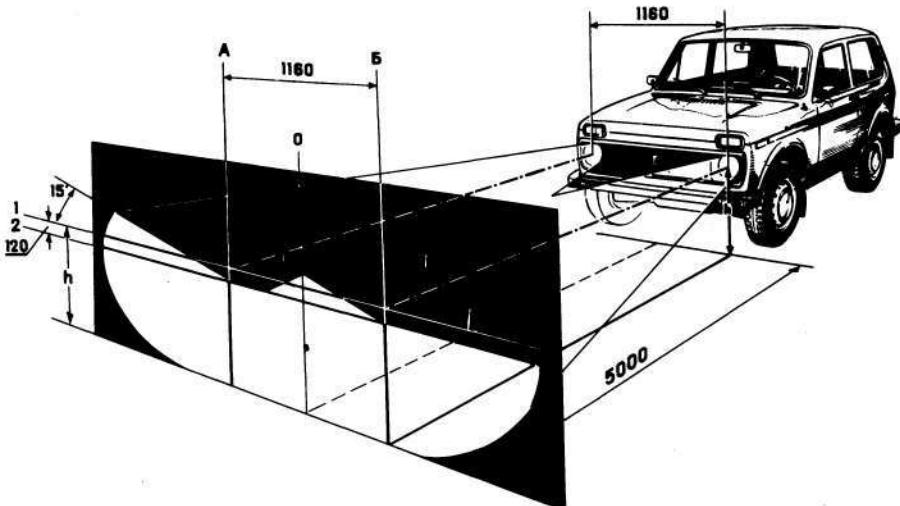

Рис. 68. Регулировка ближнего света фар
1. Установите полностью заправленный и снаряженный автомобиль с нагрузкой 750 Н (75 кгс) на сиденья водителя и с нормальным давлением в шинах на горизонтальной площадке (рис. 68) в 5 м от вертикального белого экрана, расположенного в тени. Экраном может служить светлая стена дома.
4. Включите ближний свет и вращением винтов 1 и 2 (рис. 69) установите оптические элементы так, чтобы горизонтальная граница между освещенным и неосвещенным участками проходила по линии 2 (рис. 68), а наклонные ограничительные линии исходили из точек пересечения линий А и В с линией 2.